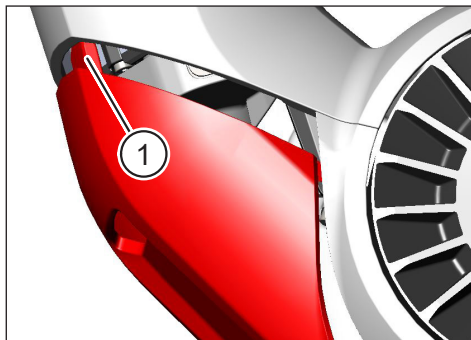

Fig. 19: Nez sur la SkidPlate
- ▶ Veillez à ce que les nez (pos. 1 dans Fig. 19) de la SkidPlate glissent dans les supports sur le tube inférieur.